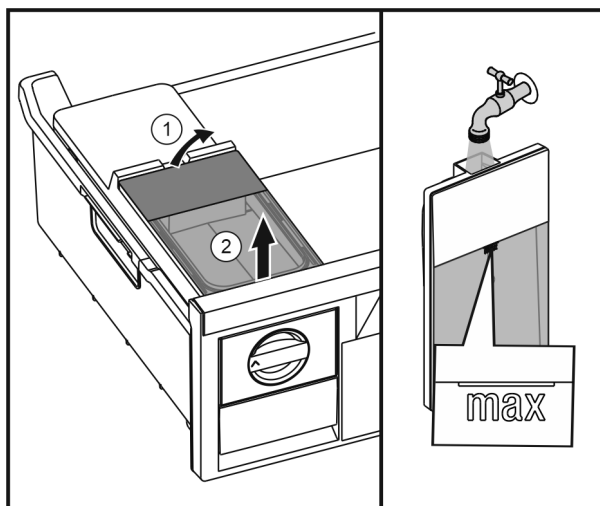

Fig. 37
- ▶ Waterreservoir van achter optillen Fig. 37 (1) en omhoog verwijderen Fig. 37 (2).